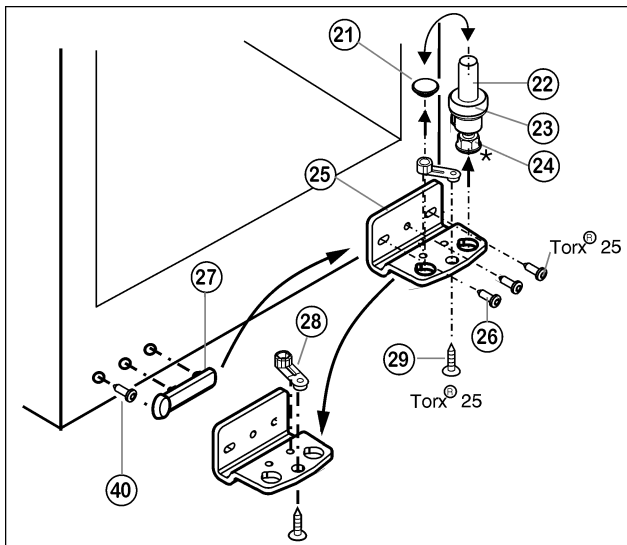

Fig. 5
- ▶ 连同垫片 Fig. 5 (23) 和垫脚* Fig. 5 (24) 将整个轴承螺栓 Fig. 5 (22) 向上拉出。
- ▶ 取下堵头 Fig. 5 (21)。
- ▶ 卸下 Fig. 5 (26) 托架 Fig. 5 (25)。
- ▶ 卸下 Fig. 5 (29) 支承部件 Fig. 5 (28) 并将其更换到对面的托架定位孔内, 重新固定。
- ▶ 小心抬起把手侧的盖板 Fig. 5 (27), 旋出螺栓 Fig. 5 (40) 并一起移到反面。
- ▶ 必要时借助充电螺丝刀将托架 Fig. 5 (25) 重新安装在新铰链侧 (使用 4 Nm 的扭矩)。
- ▶ 重新插入堵头 Fig. 5 (21) 至另一孔内。
- ▶ 连同垫片和垫脚* 重新放入整个轴承螺栓 Fig. 5 (22)。同时注意止动凸轮需指向后方。
- ▶ 取出并更换冰箱门轴瓦上的堵头 (33)。
- ▶ 拆下门把手 (32)、堵头 (33) 和压板* (34) 并移到反面。
- ▶ 从上方将冰箱门放在下方轴承螺栓 Fig. 5 (22) 上。
- ▶ 将上方托架 (12) 放在冰箱门内的新铰链侧。
- ▶ 将上方托架 (12) (使用 4 Nm 的扭矩) 拧紧 (2 个 Torx® 25) (13)。必要时, 预先钻出螺栓孔或使用充电螺丝刀。
- ▶ 将盖板 (10) 和盖板 (11) 分别卡紧在反面。
- ▶ 必要时通过下方托架 Fig. 5 (25) 内的两个长方形孔调整冰箱门, 使其与冰箱外壳对齐。为此请旋出中间螺栓。